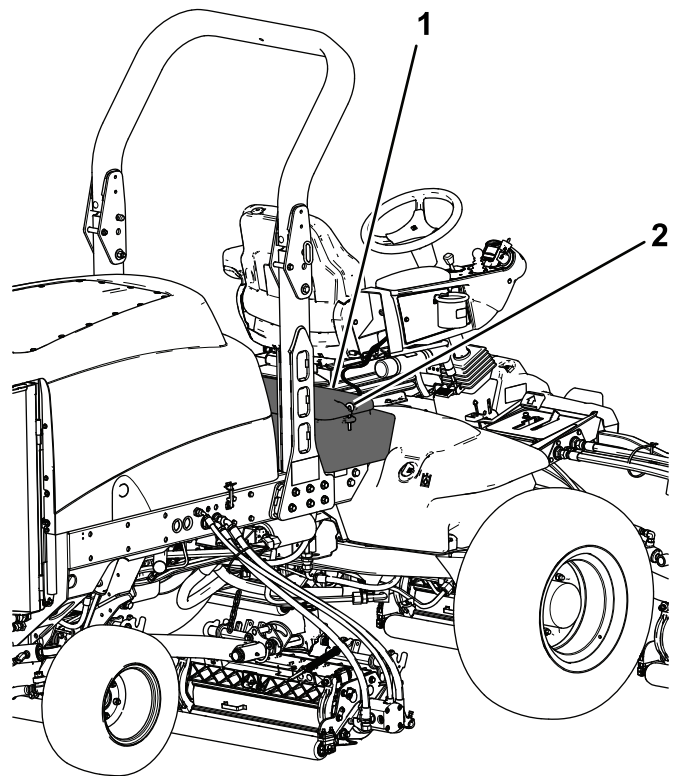

Figura 83
2. Desenganche y levante el panel de la consola del operador (Figura 83).